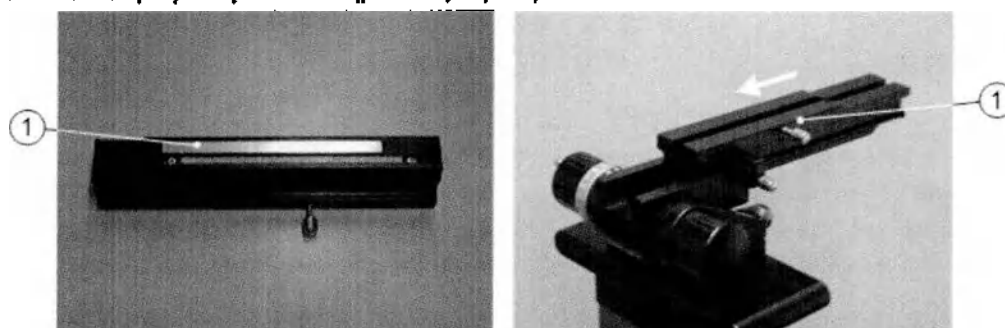

Рис. 6.6. Прикрепление магнитной ленты (слева), установка регулятора (справа)
- 9 Снимите пленку с самоклеящейся магнитной ленты (рис. 6-6, слева, цифра 1) и наклейте магнитную ленту в выемку на нижней части регулятора.
- 10 Установите регулятор на место (рис. 6-6, справа).